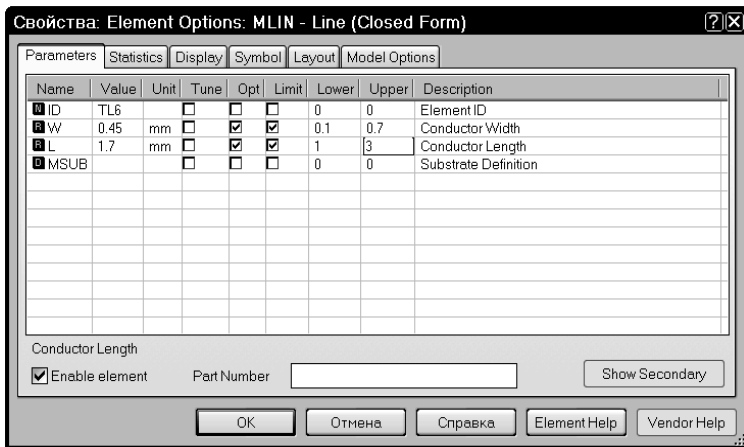

Рис. 1.17
- Дважды щёлкните по элементу **MLIN** среднего шлейфа (**ID=TL6**). Откроется диалоговое окно свойств элемента (рис. 1.17). Отметьте столбцы **Opt** и **Limit** для параметров **W** и **L**. Установите нижний предел (**Lower**) **0.1** для **W** и **1** для **L**. Установите верхний предел (**Upper**) **0.7** для **W** и **3** для **L**. Нажмите **OK**.